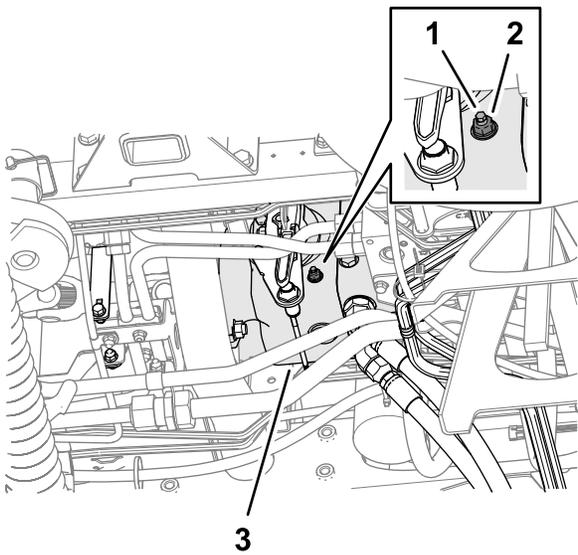

图 100
3. 从机器底部和牵引泵右侧松开固定空档返回调节螺丝的锁紧螺母图 100。